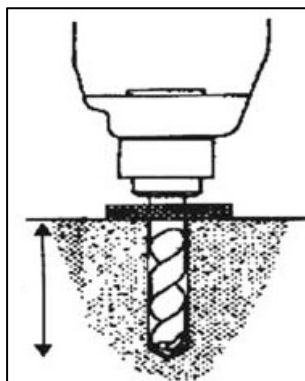

Рис.16
- При помощи вилочного погрузчика, либо иного ГПМ, поднять платформы (рис.16), установить их на станины, закрепить болтами.
- Просверлить при помощи перфоратора отверстия диам. 16 мм и глубиной 120 мм для анкерных болтов через крепежные отверстия в напольном основании подъемника, очистить отверстия от остаточной пыли и осколков бетона (рис. 16).